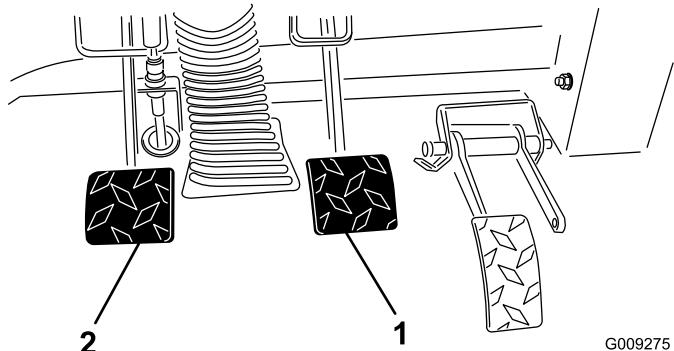

**Рисунок 69**
1. Снимите шплинт и штифт с головкой и отверстием под шплинт, которые крепят вилку главного тормозного цилиндра к оси педали тормоза (Рисунок 69).